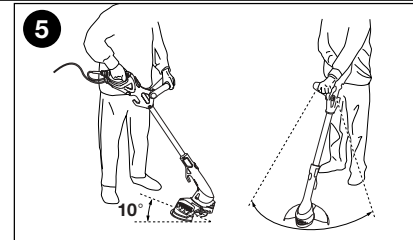

Fig. 6. Si no lo está,
Esta herramienta puede utilizarse en modalidad de podado, como lo muestra la Fig. 5 ó de orillado para podar pasto que sobresalga de los bordes del jardín y de jardineras, como lo muestra la Fig. 6.
MODALIDAD DE ORILLADO (FIG. 6)
- Guíe la herramienta con la guía de orilla sobre una superficie dura, como se muestra en la Fig. 6.